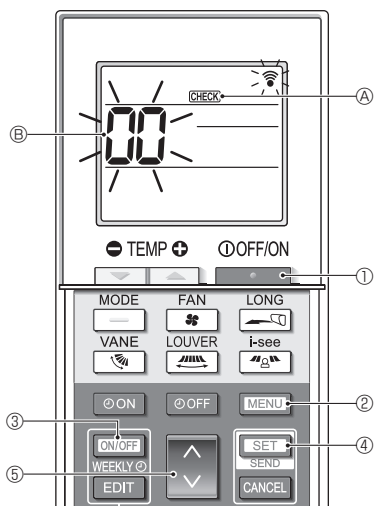

Fig. 7-6
■ Självtest (Fig. 7-6)
- Tryck på knappen [ON/OFF WEEKLY] ① för att stänga av luftkonditioneringen.
- Om veckotimern är aktiverad (WEEKLY lyser), tryck på knappen [ON/OFF WEEKLY] ③ för att inaktivera den (WEEKLY slocknar).
- Tryck på knappen [MENU] ② i 5 sekunder.
- CHECK ④ tänds och enheten går in i självtestläge.
- Tryck på knappen [] ⑤ för att välja den köldmedelsadress (M-NET-adress) ⑥ på inomhusenheten som du vill utföra självtestet på.
- Tryck på knappen [SET] ④.
- Tryck på knappen [ON/OFF WEEKLY] ①.
- CHECK ④ och köldmedelsadressen (M-NET-adress) ⑥ slocknar och självtestet är klart.